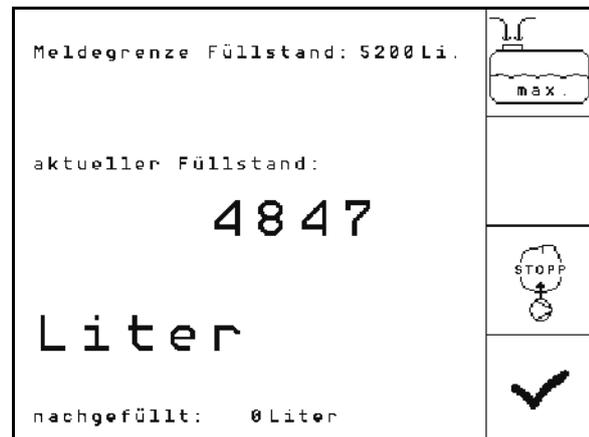

Fig. 87
1.  Menü Befüllen aufrufen (Fig. 87).